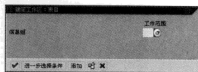

图 6-29 选择“工作范围”
STEP 2 弹出“确定工作区：表目”对话框，从中输入要定义的信息组“工作范围”，然后单击“☒”按钮，如图 6-29 所示。